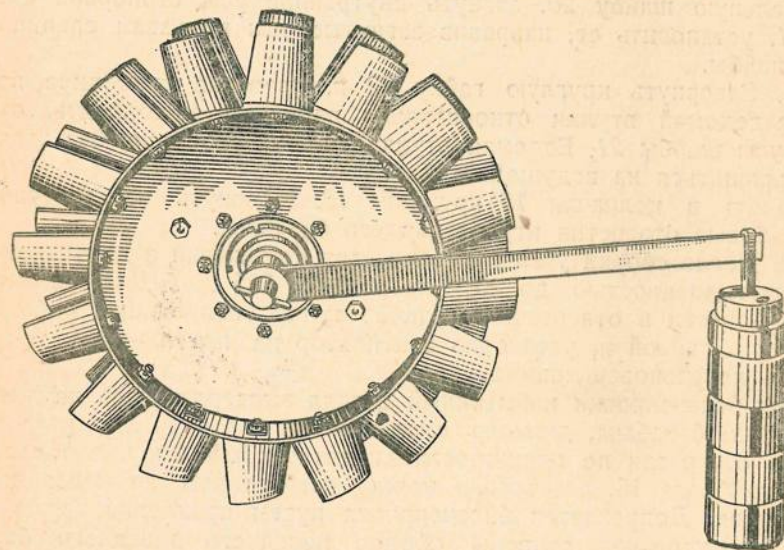

Рис. 133. Регулировка фрикциона вентилятора
13. Регулировка фрикциона вентилятора производится путем подвертывания или отвертывания колпачков пружин на одну и ту же величину. Расчетное усилие пробуксовки 95—100 кг на радиусе 447 мм (рис. 133).